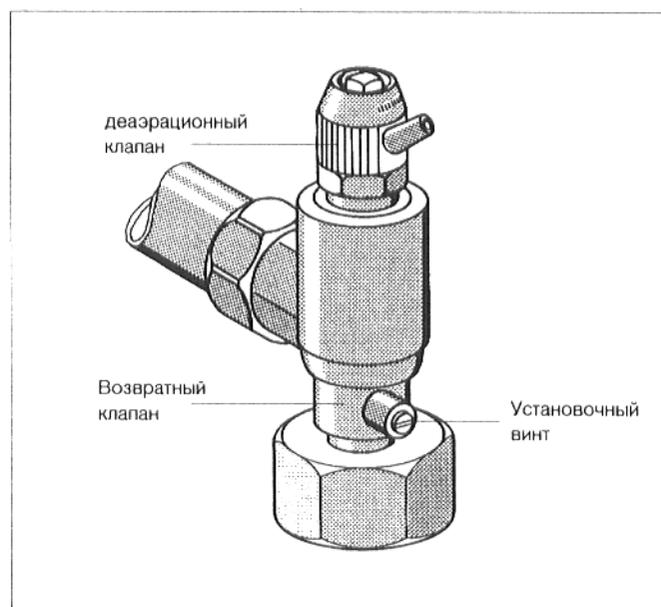

Рис. 10: возвратный клапан с деаэрационным клапаном
- Установить шлиц установочного винта возвратного клапана в вертикальную позицию (постоянно открыто) (рис. 10).
- Открыть деаэрационный клапан (рис. 10).